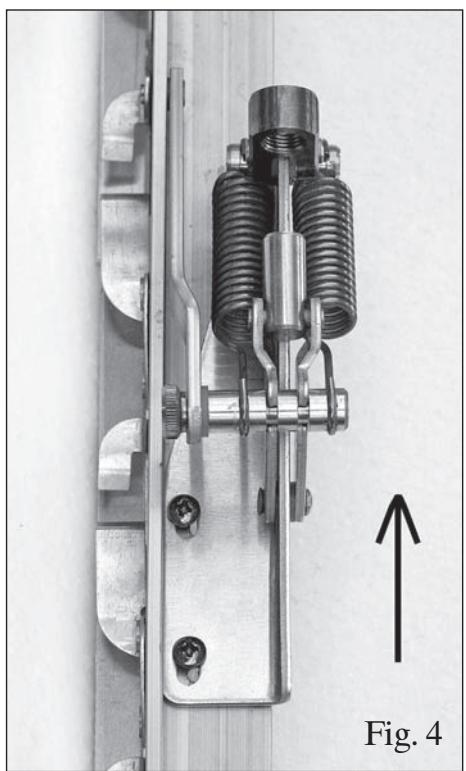

Fig. 4
5. Монтировать открывающий механизм на место ручки, сместить его к соединяющему рычагу до полного закрывания. Отметить положение двух установочных отверстий рычага открывающего механизма (5) по отношению к механизму жалюзийного окна.
7. Закрепить открывающий механизм, используя входящие в комплект самонарезающие винты. Винты сильно не затягивать, см. рис. 4.